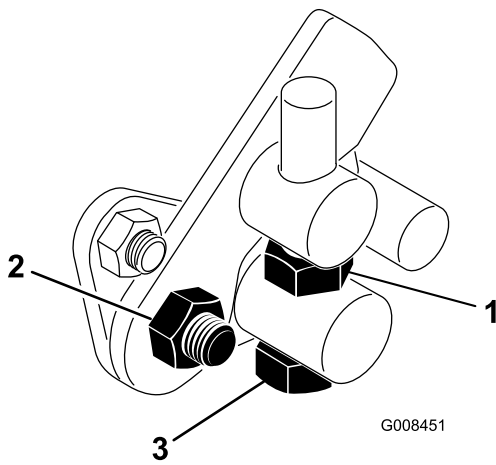

Figure 44
1. Desserrez l'écrou de blocage sur le boulon de tourillon (Figure 44).
4. Serrez l'écrou de blocage sur le boulon de tourillon et l'écrou sur le pivot de la pédale pour bloquer le réglage (Figure 44). Vérifiez le réglage et ajustez-le si nécessaire.